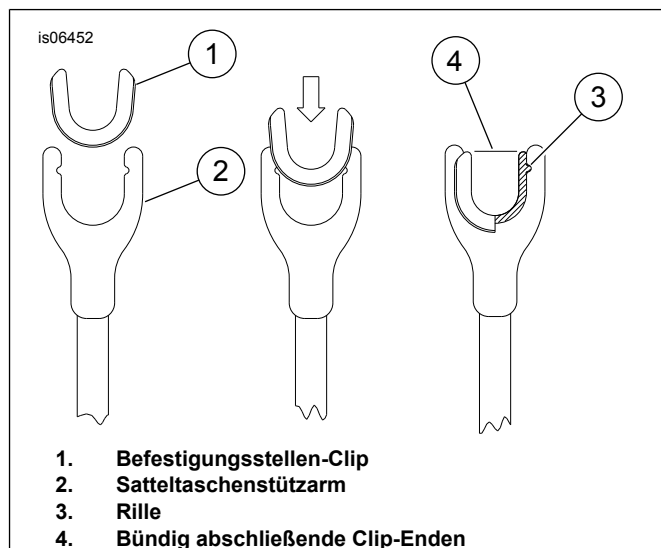

Abbildung 2. Einbau eines Befestigungsstellen-U-Clips
2. Siehe Abbildung 2. Die U-förmigen Befestigungsstellen-Clips (1) an den geschlitzten Enden der Satteltaschenstützarme (2) befestigen. Die Clips müssen komplett in die Stützarmöffnungen eingesetzt werden, um über die Befestigungsstellen-Gabelköpfe zu passen.
3. Darauf achten, dass die Rippen an den Befestigungsstellen-Clips vollständig in die Rillen (3) der Stützarme eingreifen, und dass beide Enden der Befestigungsstellen-Clips etwa bündig mit den Fingern der Stützarme (4) abschließen. Eventuell sind hier mehrere Versuche nötig. **WENN** ein Clip nicht ganz in seine Sollstellung eingreift, kann eine Zange zu Hilfe genommen werden, um die Rippen in die Rillen zu drücken, wobei jedoch die Oberflächen des Clips und der Halterung nicht beschädigt werden dürfen.